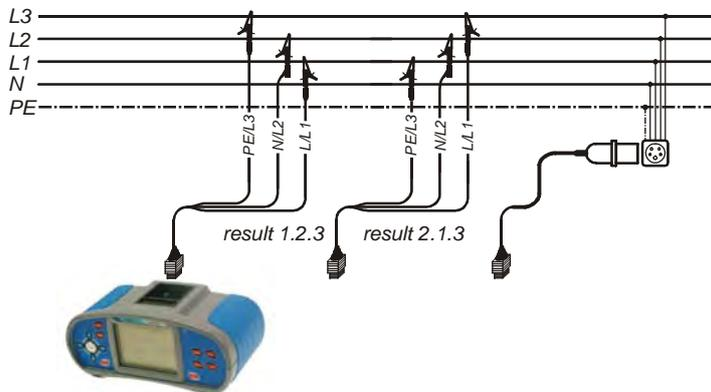

Abb. 5.27: Anschluss des Universalprüfkabels und des optionalen Adapters im Dreiphasen-System
- Schließen Sie die Prüfleitungen an die zu prüfende Anlage an (siehe Abb. 5.27 und 5.28).